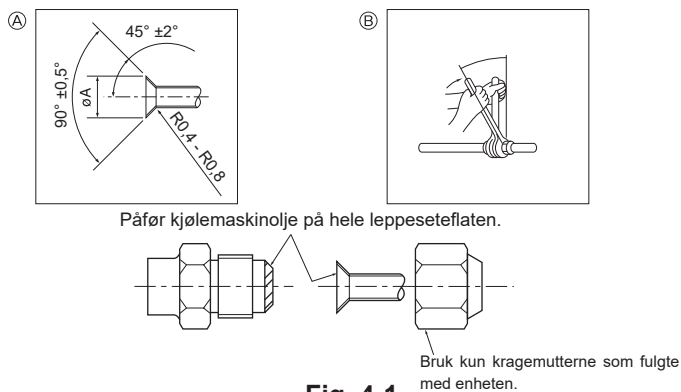

Fig. 4-1
4.2. Innendørsenhet (Fig. 4-1)